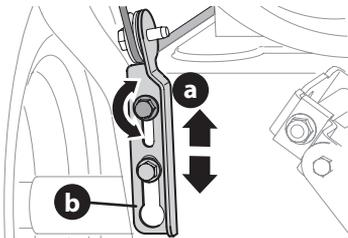

Figura 54
- Deje la barrena engranada durante aproximadamente diez (10) segundos antes de soltar la palanca de control de la misma. Repita esta operación varias veces.
- Para volver a ajustar el cable de control de la barrena, afloje el tornillo hexagonal superior (a) (Figura 54).
- Ubique la ménsula de control de la barrena (b) hacia arriba para que el cable esté más flojo o hacia abajo para aumentar la tensión (Figura 54).